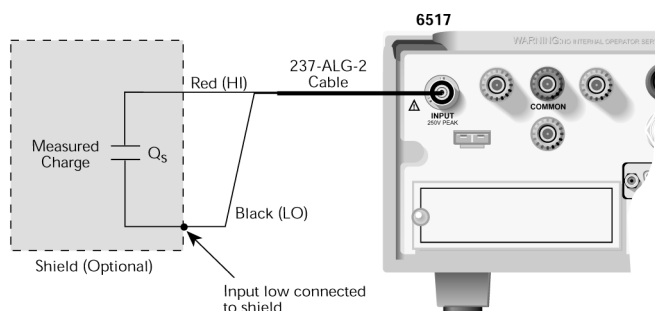

图 7 电荷测量
3. 连接测试电缆（如图 7 所示）到 6517A 的输入端。并且在输入端开路时，关闭零校验。如果需要，按 REL 使读数归零。
4. 按图 7 所示将仪器连接到待测电荷源上。